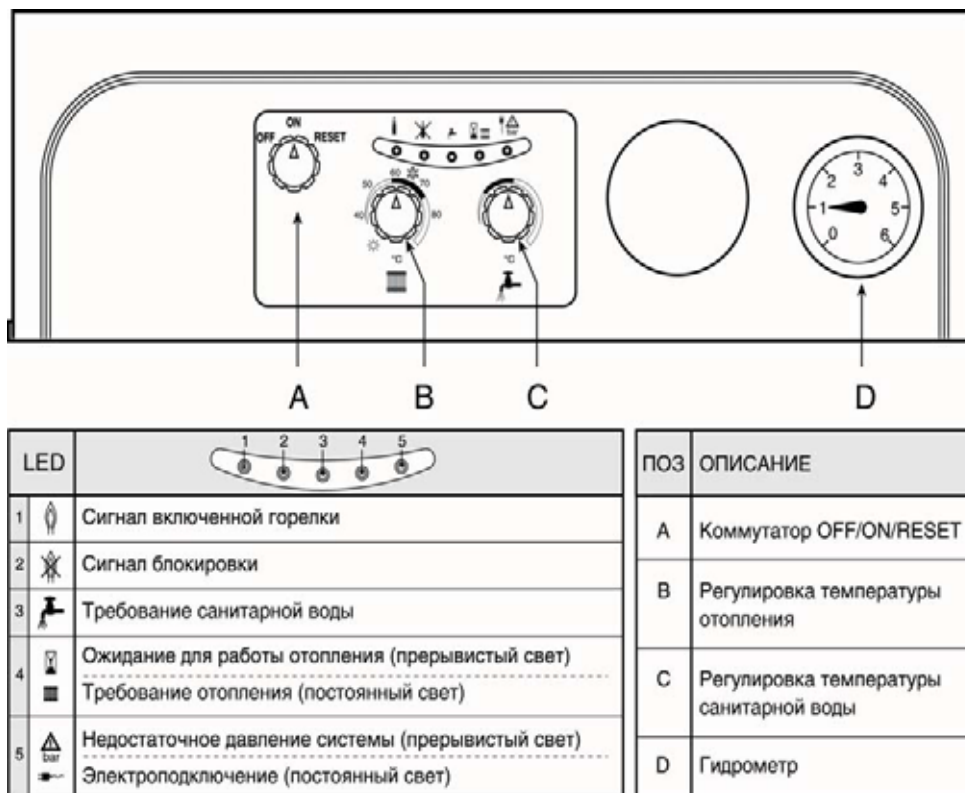

Рис. 12
#### “ЗИМА” (❄️) (рис. 12)
#### “ЛЕТО” (☀️) (рис. 12)
Повернуть коммутатор (рис. 12 - дет. А), на позицию ON.
После этого необходимо выбрать режим работы котла: отопление и ГВС или только ГВС. Если выбран первый режим работы: отопление + ГВС, установить ручку В (рис. 12) на позицию ЗИМА в соответствующее значение выше 50°C и термостат помещения на необходимое значение. После этого горелка загорится, и котел будет работать в автоматическом режиме, контроль выполняется регулировочными и предохранительными приборами.
Если же выбран второй режим работы: только ГВС, установить ручку В (рис. 12) на позицию ЛЕТО. С этого момента котел готов к автоматической работе.
**Nota** - Если же после правильно выполненных операций включения горелка не включается, а лампа блокировки загорается, необходимо подождать 15 секунд и с силой повернуть ручку А (рис. 12) на позиции **RESET** и отпустить. Восстановленный блок повторит цикл зажигания. Если же после второй попытки горелки не включаются следует обратиться к параграфу "Возможные неисправности".
Регулировка температуры воды отопления выполняется путем поворота специальной ручки (рис. 12 - дет. 2). При повороте ручки по часовой температуре температура воды отопления увеличивается, против часовой стрелки - уменьшается. Температура может быть варьироваться от минимального 35° до максимального 85°.